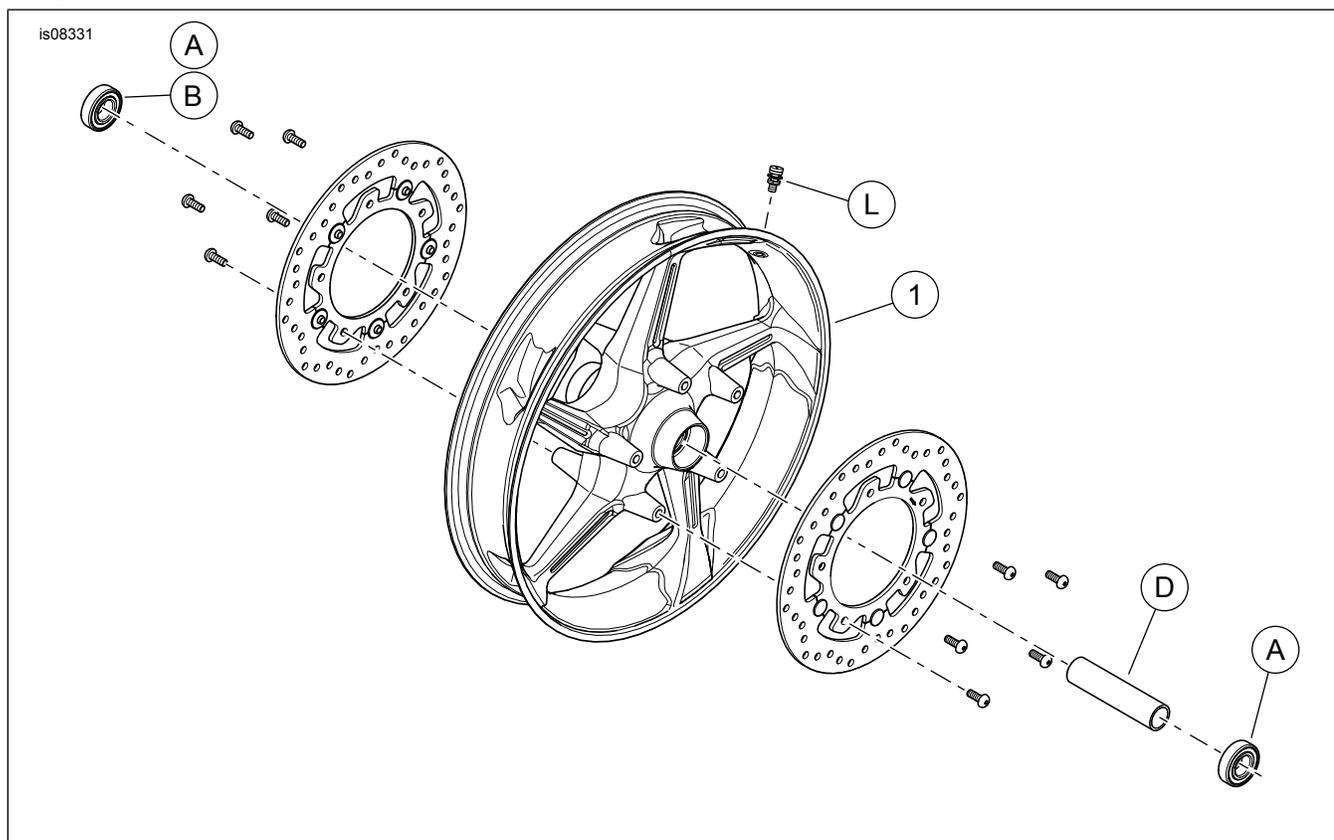

Figura 1. Peças de reposição: Kits da roda dianteira Aggressor
2. Veja Figura 1. Instale o conjunto da haste da válvula (L) na roda. Consulte PNEUS no Manual de serviço.